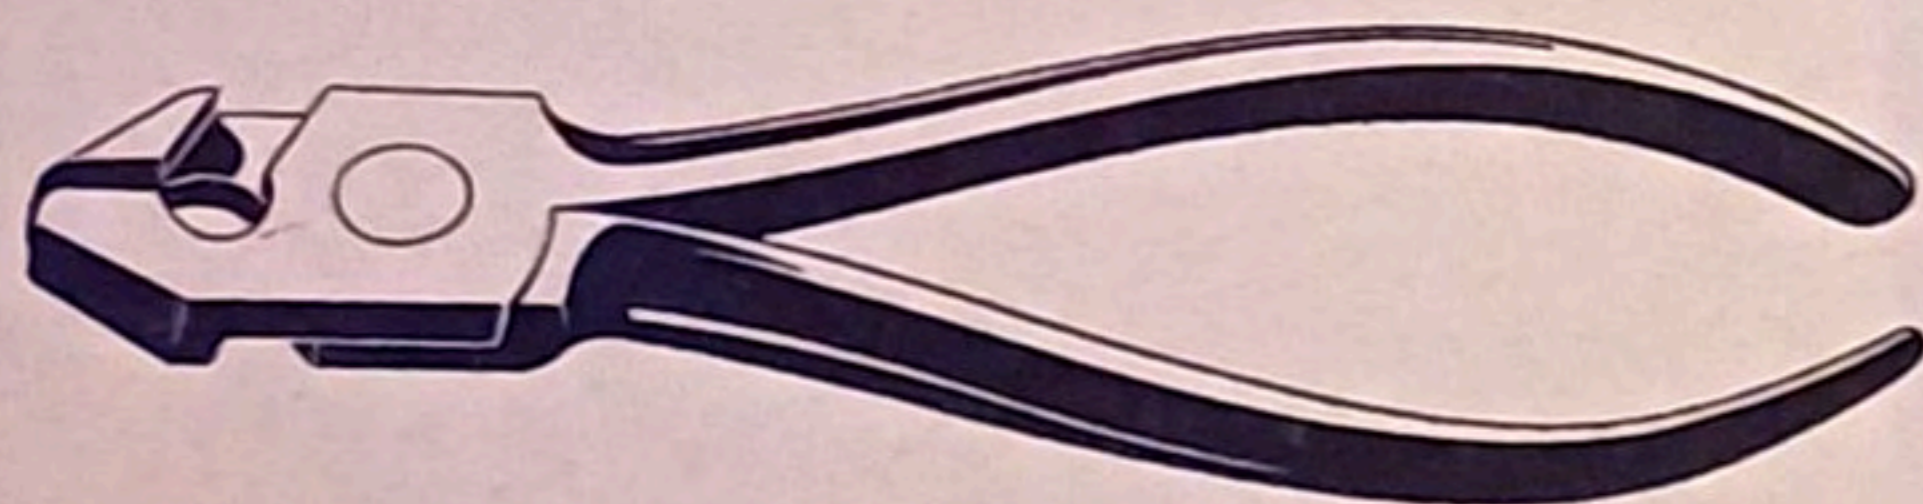

FIG. 4
4° Une pince à gaufrer (2) (fig. 4 et 5).